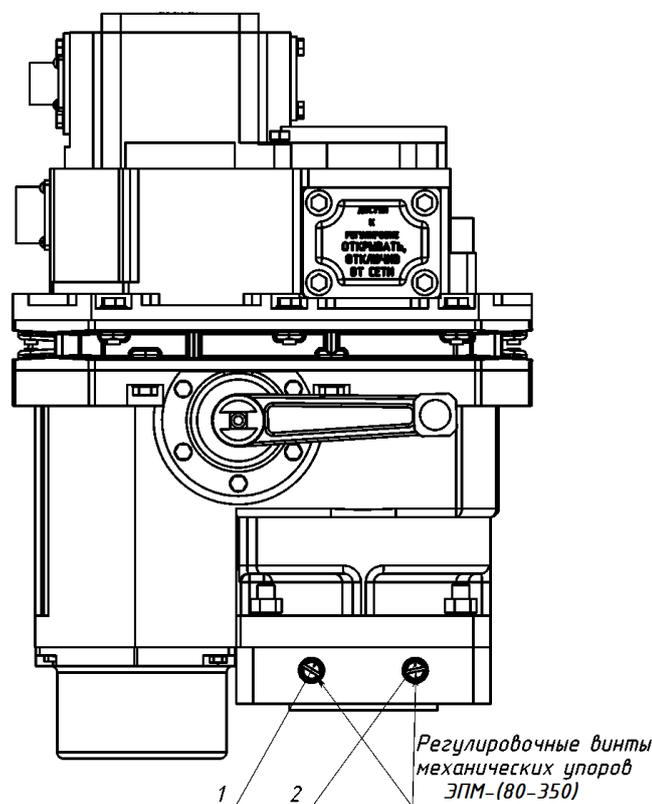

Рисунок 2 ЭПМ-(80-350)
- а) выкрутить винт поз. 2 (рисунок 2) до положения, когда головка винта достигнет уровня поверхности корпуса привода;